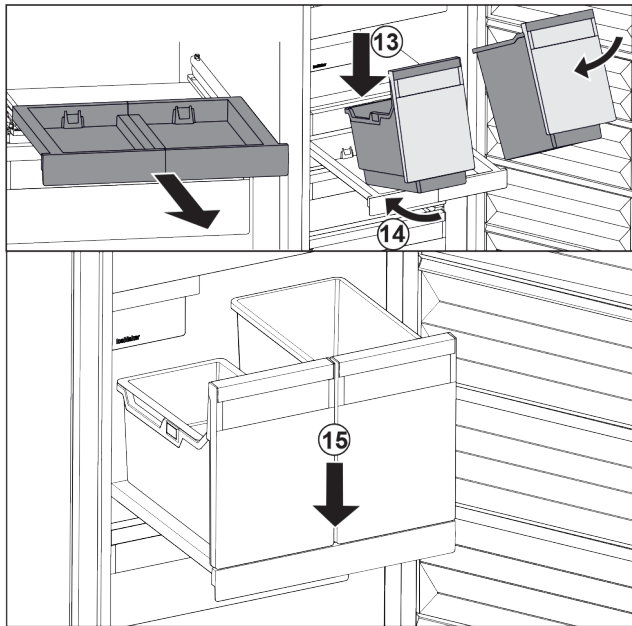

Fig. 105
- ▶ Așezați recipientele oblic pe raftul extractibil. Fig. 105 (13)
- ▶ Inșerați recipientul oblic spre partea posterioară. Fig. 105 (14)
- ▶ Depuneți recipientul în față. Fig. 105 (15)